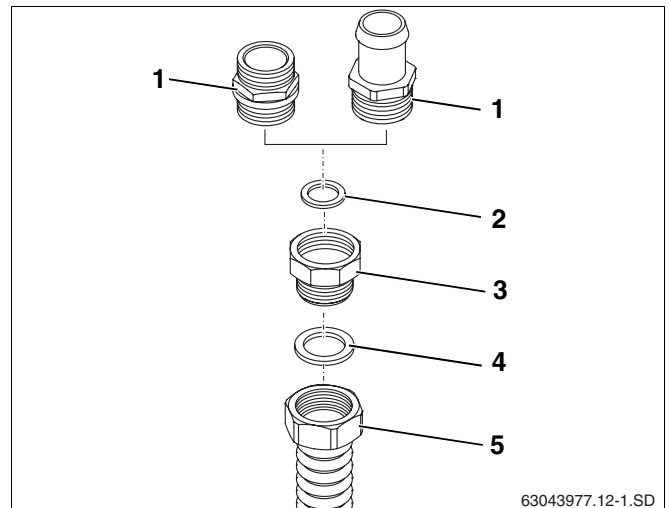

Abb. 8 Twin Tube an Kollektoranschlussleitung montieren
- Überwurfmutter und Klemmring vom Anschlussteil (Abb. 8, **Pos. 1**) entfernen.
- Dichtung (Abb. 8, **Pos. 2**) einlegen.
- Reduzierstück G1 AG \times $\frac{3}{4}$ IG (Abb. 8, **Pos. 3**) auf Anschlussteil (Abb. 8, **Pos. 1**) schrauben.
- Dichtung (Abb. 8, **Pos. 4**) einlegen.